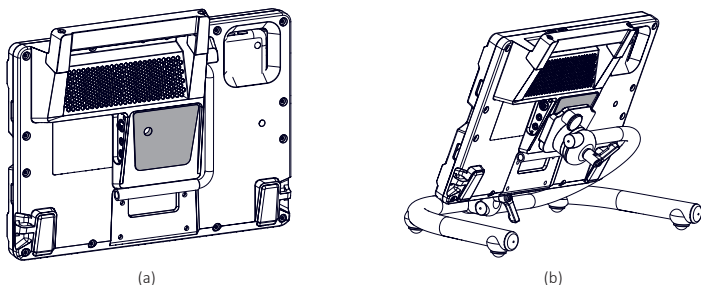

Abb. 4.6 (a) Geräteadapterplatte ⑱, und (b) Rehadapter™ an einem Tischständer.
Der Rehadapter™ kann mit der Geräteadapterplatte (GA) ⑱ an jeder von Rehadapt Engineering hergestellten Universellen-Geräte-Aufnahme (UGA) eingesetzt werden, (*Abbildung 3.1 Rehadapter™ Übersicht*) wie in *Abbildung 4.6* dargestellt.